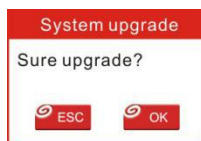

Figura 7-7
11. Una vez que se hayan completado todos los pasos, vuelva a insertar la tarjeta de memoria en la herramienta y enciéndala mediante USB en la computadora o mediante el puerto OBD2 en el vehículo. La herramienta le pedirá que actualice, haga clic en [Aceptar] para comenzar a actualizar y aparecerá una barra de progreso. La actualización puede tardar varios minutos si el archivo del paquete de actualización es demasiado grande, espere. (Figura 7-7)